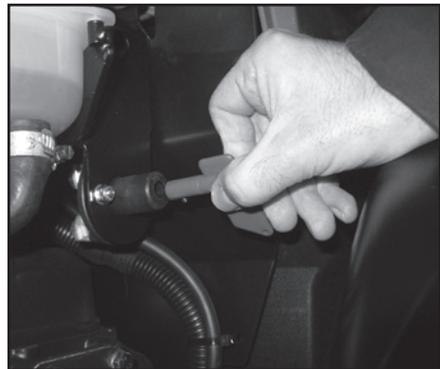

Abb. 5.9
- Dreht man ihn noch weiter entgegen dem Uhrzeigersinn, wird der Schalter ausgerastet und kann herausgenommen werden (Fig. 5.9).